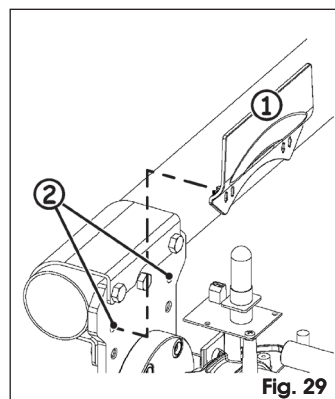

Fig. 29
- Positionner le carter postérieur du support de la lisse, Fig. 29 réf. ①, en l'accrochant dans les deux trous libres du support, Fig. 29 réf. ②.